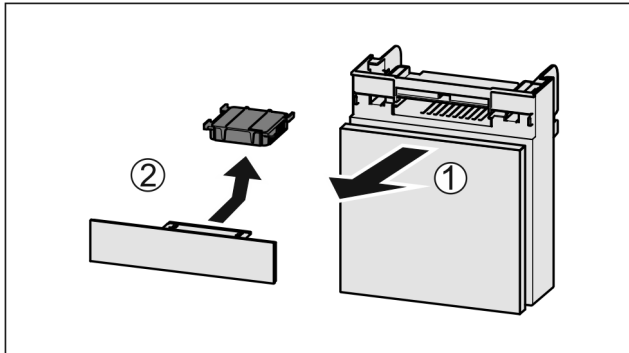

Fig. 161
- Extraire le compartiment par l'avant Fig. 161 (1).
- Sortir le filtre à charbon actif Fig. 161 (2).